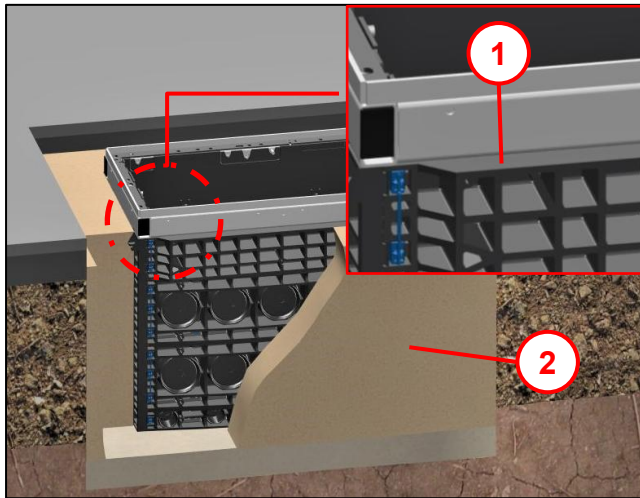

Abb. 30
- Baugrube mit verdichtungsfähigem Material **(3)** stufenweise nach ZTV A-StB 12 (bzw. ZTV E-StB 09) bis **Auflagefläche Kopfraumen (2)** verfüllen (siehe auch Abb. 30).